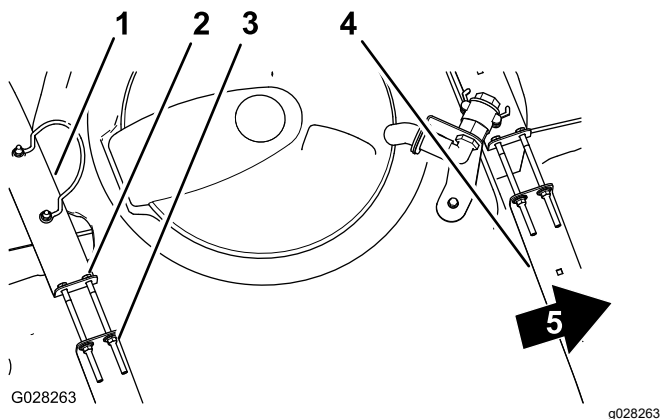

Figure 74
2. Vérifiez qu'il n'y a aucun jeu entre les sangles et la cuve (Figure 74).
- Si les sangles de la cuve ne sont pas assez serrées, resserrez les contre-écrous à embase et les boulons en haut des sangles jusqu'à ce que ces dernières soient parfaitement en appui sur la surface de la cuve (Figure 74).